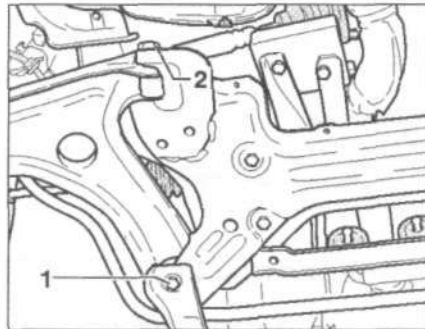

Рис. 9.9. Открутите болты 1 и 2 и снимите нижний рычаг.
9. Открутите болты 1 и 2 и снимите нижний рычаг (рис. 9.9).